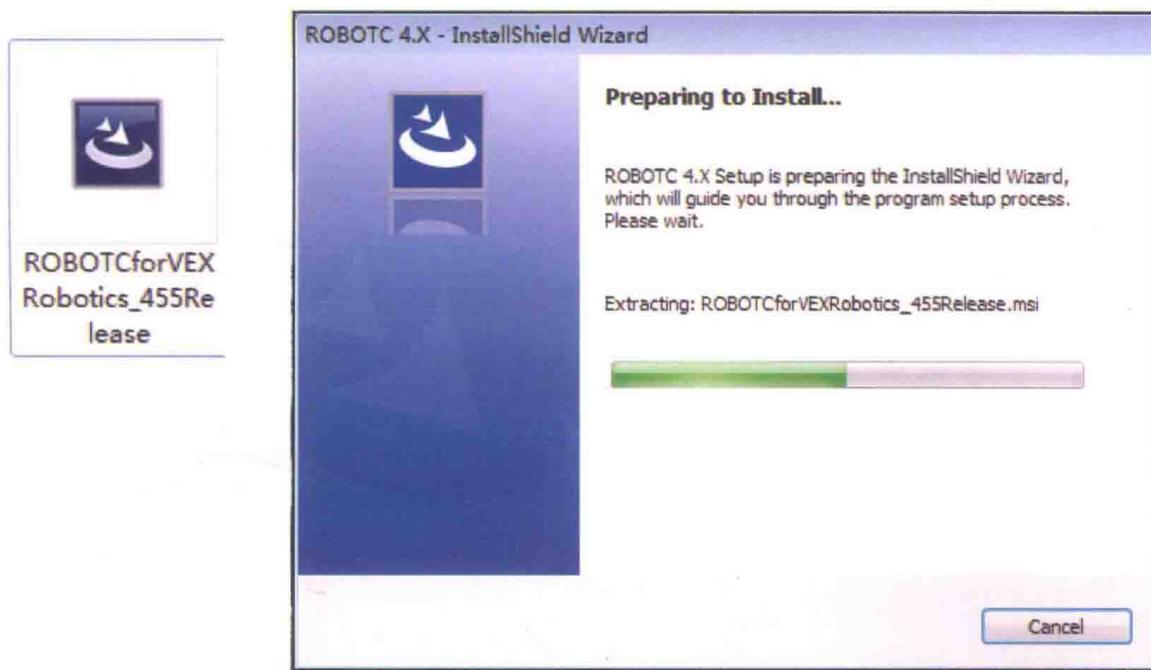

图 1-1
- (1) 双击安装包开始安装，等待一分钟左右完成安装准备，如图 1-1 所示。